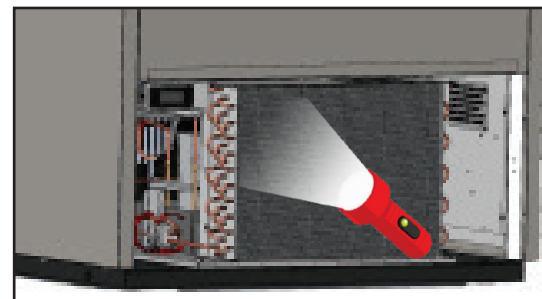

Abb. 4. Überprüfen, ob die Rohrschlange sauber ist.
5. Sobald der Schmutz von der Oberfläche der Rohrschlange entfernt wurde, überprüfen Sie mit einer Taschenlampe, ob Sie durch die Rohrschlange sehen und beobachten können, wie sich das Kondensatorlüfterblatt dreht. Siehe Abb. 4.